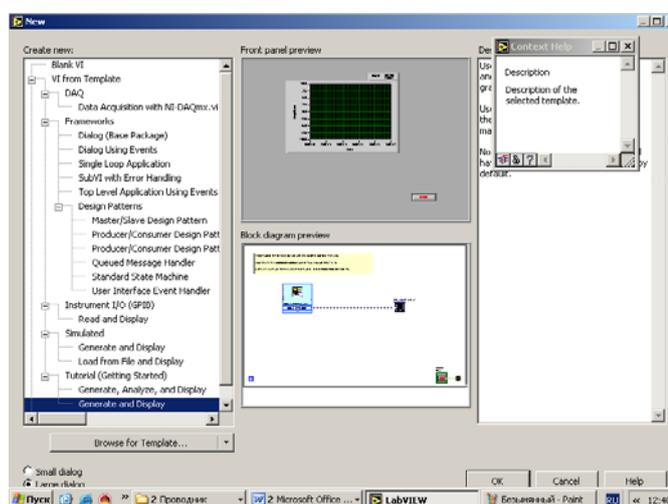

Рис. 2. Диалоговое окно New
3. Выберите из списка **Createnew** (Создать новый) **VIfromTemplate>>Tutorial (Gettingstarted)>>GenerateandDisplay**(ВП по шаблону>>Обучение (Введение)>>Генерация и Отображение), показанный на рис. 2.